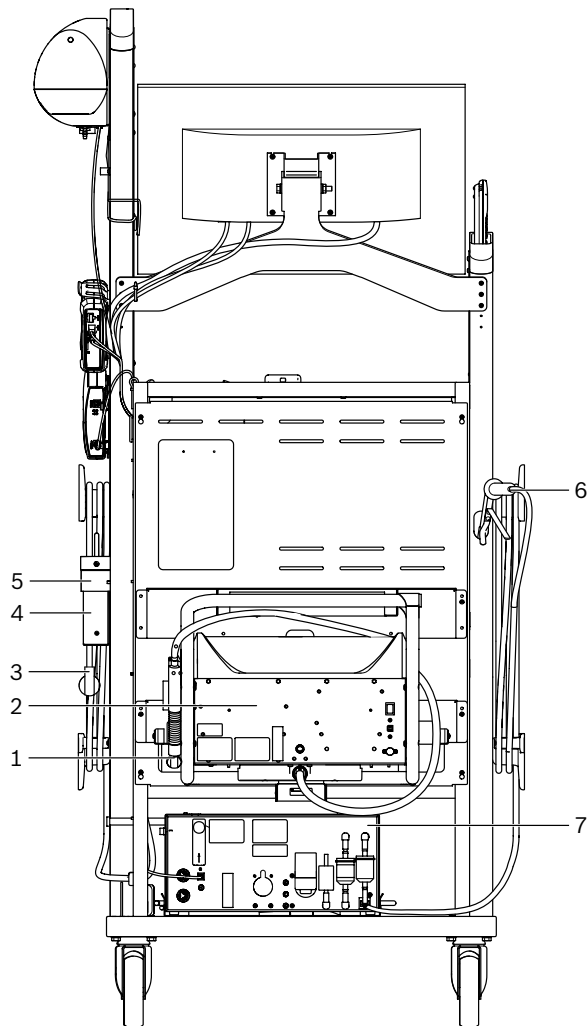

Rys. 1: Widok od przodu FSA 740
3. Zawiesić BEA 070 (rys. 4, poz. 1) w uchwycie i, w razie potrzeby, włożyć kabel łączący USB do BEA 070 i do przyłącza USB z przodu komputera (rys. 1, poz. 9).
4. Podłączyć przewód sieciowy do BEA 070 i do listwy gniazd wtykowych (rys. 1, poz. 10).
7. Usunąć zabezpieczenia transportowe z drukarki laserowej zgodnie z dołączoną instrukcją. Ustawić drukarkę laserową (rys. 1; poz. 7) w wózku i ją podłączyć. Przewód sieciowy i przewód łączący USB znajdują się gotowe do podłączenia w wózku.
Włączać lub wyłączać FSA 740 za pomocą centralnego wyłącznika sieciowego na przedniej ścianie urządzenia (patrz rys. 1; poz. 10).